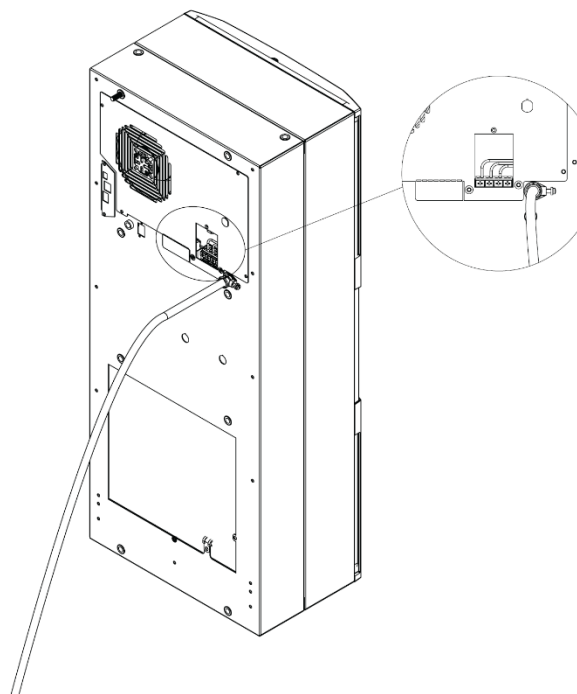

図10
5. ストレインリリーフのネジを締めて電源ワイヤを固定します。図10をご覧ください。